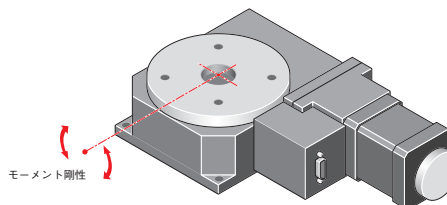

図3-16-3 モーメント剛性
3.16-3 回転ステージのモーメント剛性【図3-16-3】